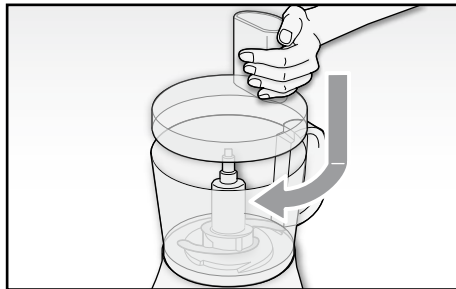

Fig. 7
- Inserire il coperchio (O) sopra la ciotola (P) allineando la tacca presente all'interno della ciotola (P) col simbolo (□↻). Bloccare il coperchio (O) a scatto ruotandolo in senso orario (⌚) (Fig. 7).